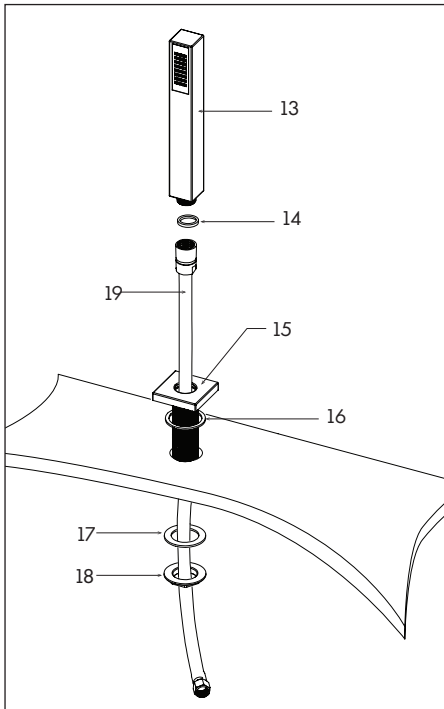

Fig.5
- Insert the handshower base (decorative flange) (15), threaded rod and washer (16) into the deckmount hole. Secure it with supplied tie-down kit (17 & 18). Fig.5.
- Insert the chrome hose (19) into the base hole (smaller 3/8" hex nut end) first. Then connect the other end of the hose to the handshower (13) with washer (14). Tighten firmly.
- Insérer la base de la douchette (rosace décorative) (15), la tige filetée et la rondelle (16) dans le trou de la surface. Ensuite la fixer avec l'écrou (18) et la rondelle (17). Fig.5.
- Insérer le raccord Hex 3/8" (le raccord plus petit) du boyau chromé (19) dans le trou de la base. Ensuite, raccorder l'autre bout du boyau à la douchette (13) avec la rondelle (14). Bien serrer.